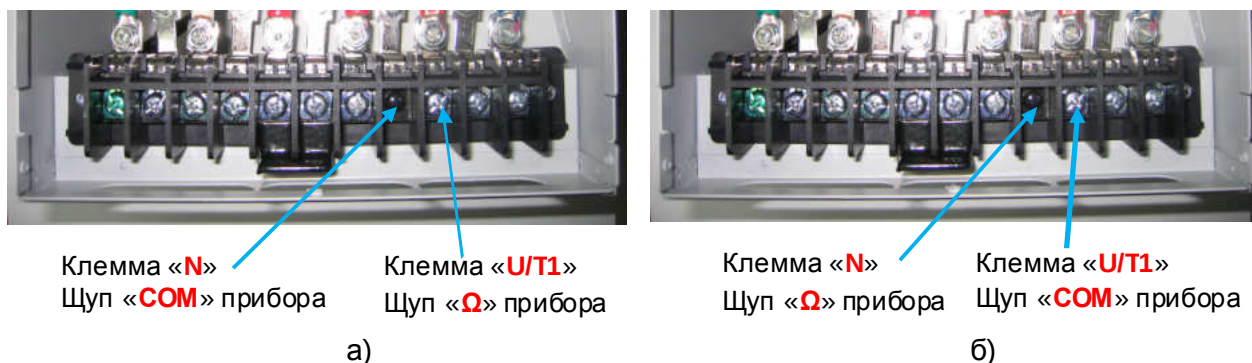

Рис.4.16. Проверка выходных силовых цепей относительно терминала “-” звена постоянного тока.
4.12.18.5. Подключить щупы мультиметра к клемме **U/T1** и клемме **N** силовой клеммной колодки в соответствии с рис. 4.16а. Показания прибора при исправной матрице должны быть в пределах **200...1000** (прямая проводимость диода). Повторить проверку для клемм **V/T2** и **W/T3**. Если показания прибора отличаются более чем на 10%, матрица считается неисправной. Подключить щупы мультиметра в соответствии с рис. 4.16б. Прибор должен показать **«Обрыв цепи»** (обратная проводимость). Повторить проверку для клемм **V/T2** и **W/T3**.